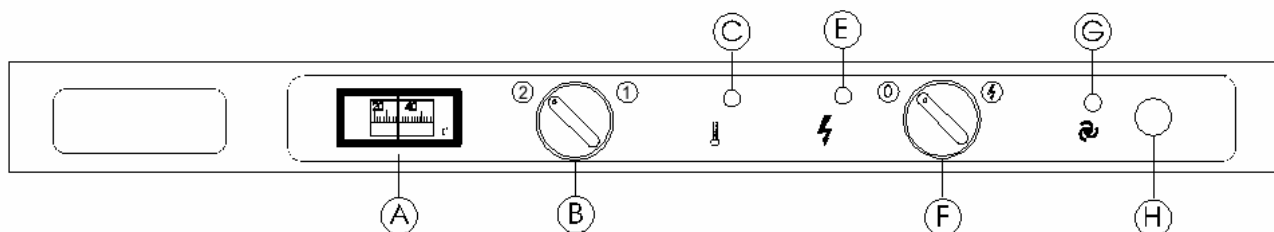

Figura 1
Con riferimento alla figura 1, l'accensione della macchina avviene ruotando in senso orario il selettore/interruttore (F) in posizione ⚡ ed è segnalata dalla contemporanea accensione della spia (E).